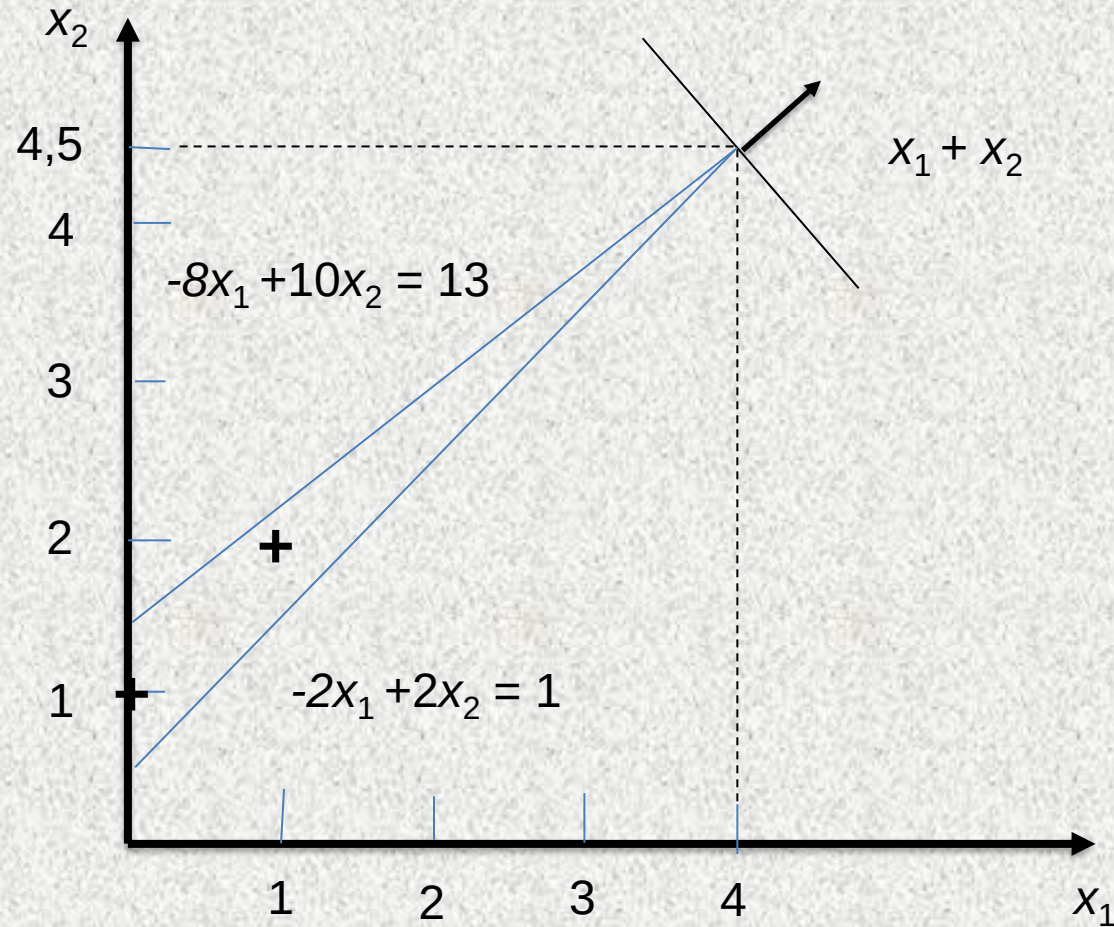

Figure 5.1: Exemple de programme en nombres entiers
on obtient (voir figure 5.1) la solution optimale suivante du problème linéaire : $(x_1, x_2) = (4; 4.5)$.
- La solution du **problème en nombres entiers** est, comme on peut le voir à la figure 5.1, le point :
- dans ce cas, cela donne la solution $(x_1, x_2) = (4, 4)$ ou la solution $(x_1, x_2) = (4, 5)$, toutes deux non réalisables, voir figure 5.1